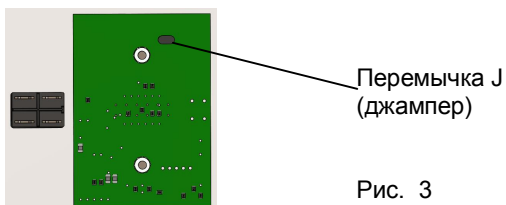

Рис. 3
- Снять перемычку J (джампер), расположенную на плате индикации (рис.3)